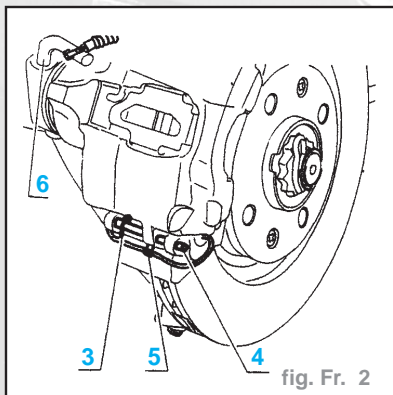
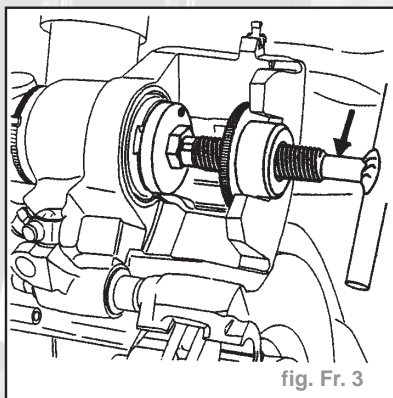

fig. Fr. 2
fig. Fr. 3
- Déposer (fig. Fr. 2) :
- l'épingle (3)
- l'axe (4)
- Repousser le piston à fond dans son logement à l'aide de l'outil (fig. Fr. 3).
- Poser (fig. Fr. 2) :
- Vérifier la présence de l'agrafe (5).
- Accoupler le câble de frein de parking au levier (6).